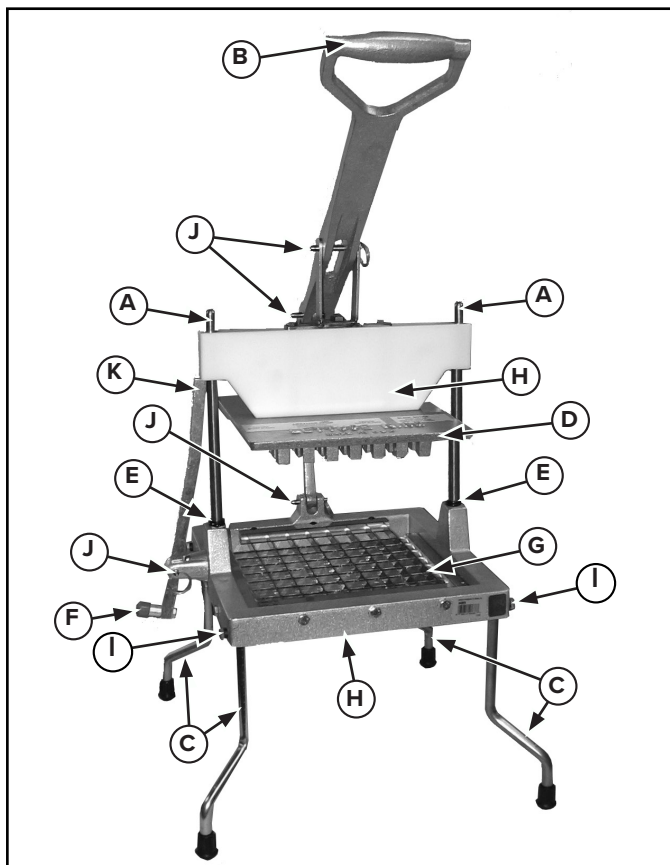

Figura 2. Características y controles, Lettuce King IV.
2. Fije las patas (C) en los orificios del conjunto de la base (D) de modo que la parte angular de la pata quede orientada hacia afuera. Consulte la Figura 2.
3. Afiance las patas (C) al conjunto de la base (D) con los tornillos (A) y las arandelas (B). Consulte la Figura 2.
Oprima la palanca de traba (F) para liberar el brazo de traba del cabezal de empuje (D). Consulte la Figura 2.
4. Retire los tornillos que sostienen el conjunto de hojas (I). Retire y deseche cuidadosamente los conjuntos de hojas. Consulte la Figura 2.
5. Examine el cabezal de empuje (D). Si están mellados o presentan rebabas, alise los bordes ásperos con una lima plana pequeña.
6. Verifique que las protecciones de las hojas (BB) estén instaladas en el conjunto de hojas (DD y CC). Consulte la vista